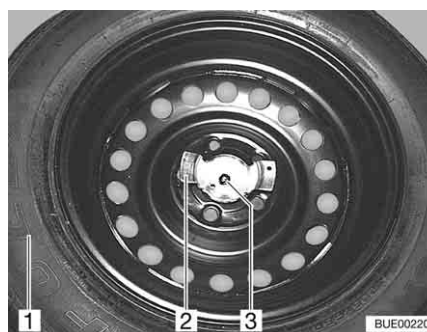

Bild 236 Reservhjulsupphängning
- Skruva loss de två muttrarna (Bild 236,2 och 3).
- Tag ut reservhjulet (Bild 236,1) ur reservhjulshållaren.